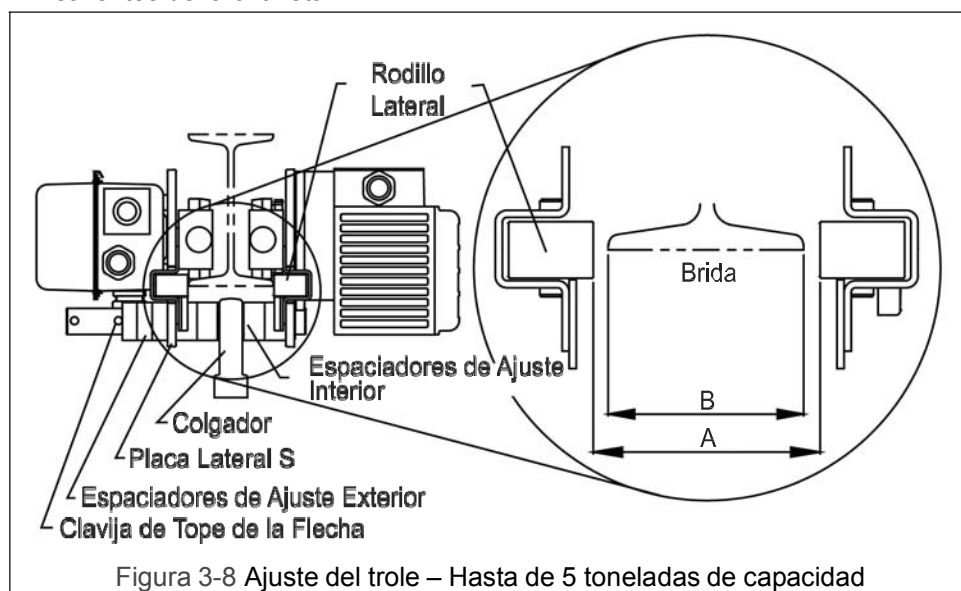

Figura 3-8 Ajuste del trole – Hasta de 5 toneladas de capacidad
- 1) Consulte la Figura 3-8 o 3-9.